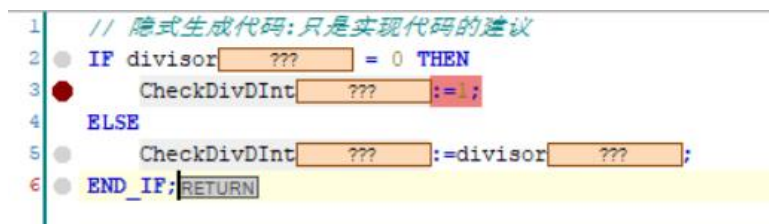

图 16.21 在程序中添加断点并激活
- 登录 PLC，停止程序运行，在新增函数里的代码“CheckDivDInt:=1;”、“CheckDivLInt:=1;”、“CheckDivLReal:=1;”位置增加断点并激活（快捷键 F9），如图 16.21 所示。